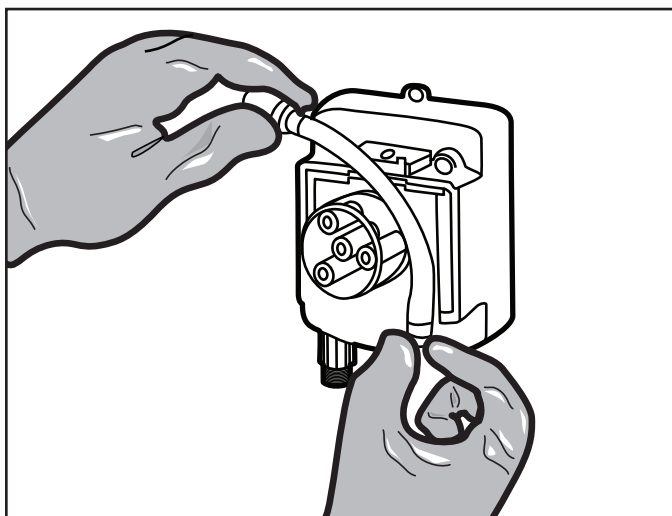

**Figure 19. Trousse d'assemblage de rouleau**
4. Dégager les raccords des fentes pour enlever le tube. Se reporter à la Figure 19.